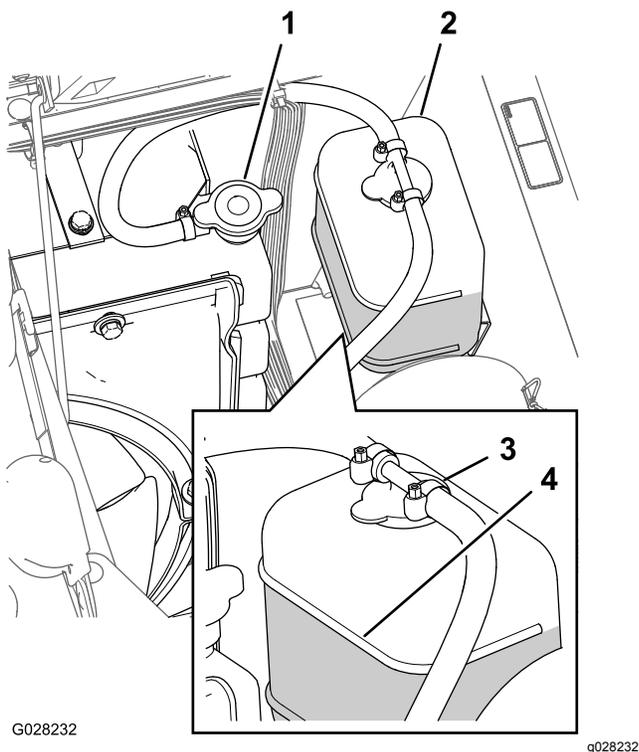

Рисунок 85
3. Осторожно снимите крышку радиатора и крышку расширительного бачка (Рисунок 85).
Примечание: Радиатор должен быть заполнен до верха заливной горловины, а расширительный бачок должен быть заполнен до отметки Full (Полный) на бачке (Рисунок 85).
5. Если уровень охлаждающей жидкости низкий, снимите крышку расширительного бачка и крышку радиатора, долейте жидкость в расширительный бачок до отметки Full (Полный) и в радиатор до верха заливной горловины (Рисунок 85).
6. Установите крышку радиатора и крышку расширительного бачка (Рисунок 85).
2. Когда двигатель остынет, снимите крышку радиатора (Рисунок 85).
6. Снимите крышку радиатора (Рисунок 85).
8. Запустите двигатель с незатянутой крышкой на радиаторе (Рисунок 85).
10. После прогрева охлаждающей жидкости доведите уровень охлаждающей жидкости до уплотнительной поверхности и затяните крышку (Рисунок 85).
11. Откройте крышку расширительного бачка и заполните бачок охлаждающей жидкостью до уровня Cold (Холодный) (Рисунок 85).